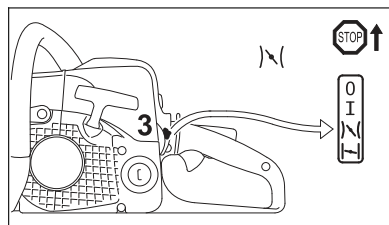

Рис. 49
- Комбинированный рычаг (рис. 49, поз. 3) установить в положение газа запуска )\| и продолжить запуск.